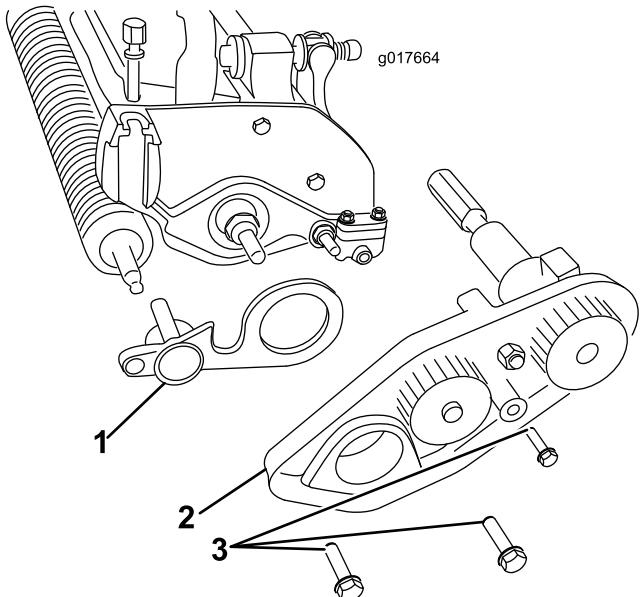

图5
10. 卸下将皮带驱动组件固定至滚刀组的 3 个螺栓拆下整个组件 图5。
21. 将疏草刀轴的另一端插入左侧支撑板 图5。
22. 使用之前卸下的螺栓安装滚刀皮带驱动组件确保侧板可以自由旋转 图5。